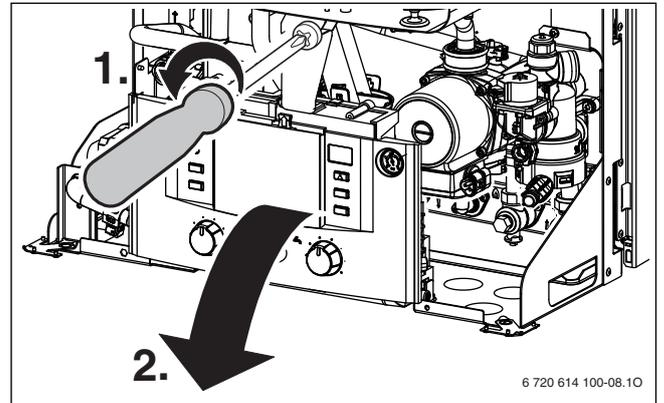

Fig. 20
- ▶ Svitare le viti di fissaggio (→ rif. 1, fig. 20) e far ruotare il cruscotto comandi verso il basso.